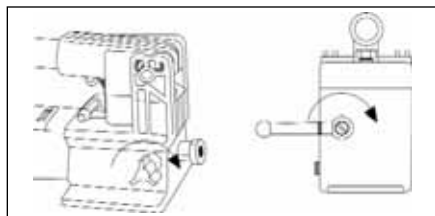

図6
1. 図6に示すように、時計方向に回してリリース弁を開じます